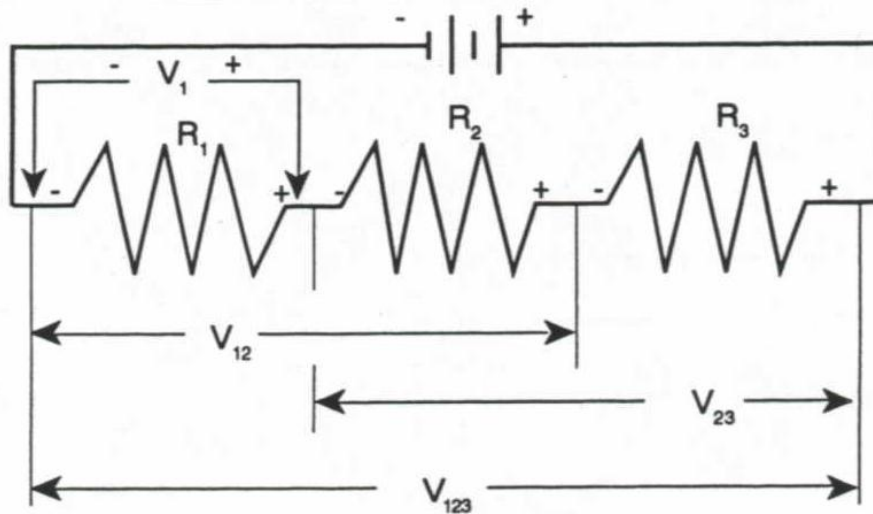

Figura 24: Medidas de los voltajes en un circuito en serie.
2. Utilice el multímetro para medir los voltajes a través de cada resistencia y luego a través de las posibles combinaciones, como muestra la figura 24. Sea cuidadoso al observar la polaridad de las conexiones. Anote los resultados obtenidos en la tabla 3. ¿Qué observas?